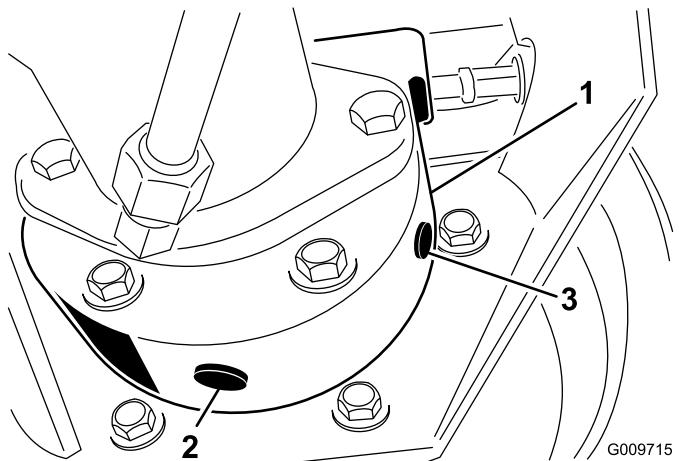

Figura 43
- Coloque otro recipiente debajo del alojamiento del freno en el otro lado de la rueda (Figura 43).